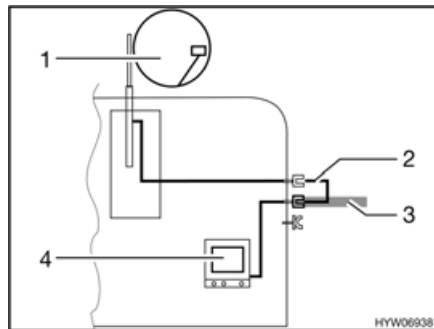

Fig. 149 TV dans le véhicule
- TV dans le véhicule (Fig. 149,4) : Raccord à l'antenne sur le toit (Fig. 149,1) avec câble d'alimentation (Fig. 149,2)
- TV dans le véhicule (Fig. 149,4) : Raccord à l'antenne extérieure (Fig. 149,3)